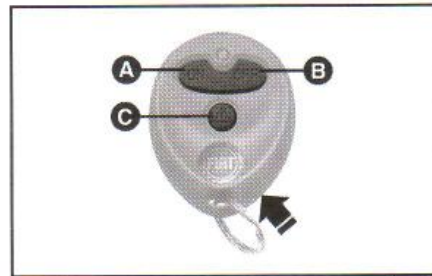
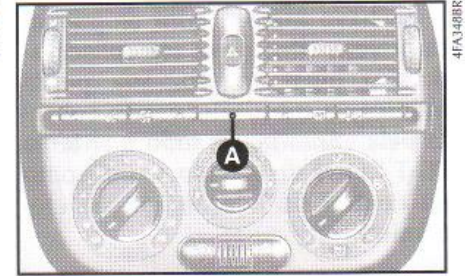

fig. 3
fig. 4
- uma chave **A**, duas chaves **B** (fig. 1) e dois chaveiros **C** (fig. 3), quando o veículo estiver equipado com telecomando e/ou alarme eletrônico.
Esta função só é possível nos veículos dotados de chaveiro telecomando (fig. 3).
- Para realizar o travamento remoto das portas e, em algumas versões, o levantamento dos vidros elétricos, pressionar o botão "ON" (A-fig. 3).
- Para destravar as portas, apertar o botão "OFF" (B-fig. 3). As luzes de direção piscam uma vez.
- Com a ignição desligada, e pressionando o botão **C-fig. 3** do chaveiro telecomando, a buzina irá tocar 5 vezes e as luzes de direção irão piscar durante 15 segundos (versões sem alarme). Pressionando novamente a tecla **C**, o processo é interrompido antes dos 15 segundos.
Para veículos com alarme, ao acionar o botão **C-fig. 3**, a sirene é acionada durante 5 segundos e as luzes de direção irão piscar durante 15 segundos. Ao ser interrompida a função localizadora, o estado do alarme permanecerá o mesmo.
O alarme eletrônico é comandado pelo receptor localizado na caixa de iluminação interna dianteira e é ativado pelo telecomando incorporado no chaveiro fig. 3.
**Para acionar o alarme eletrônico:** pressionar o botão "ON" **A-fig. 3** do chaveiro telecomando. O acionamento trava as portas, eleva os vidros (em algumas versões) e coloca em funcionamento o alarme. É emitido um bip sonoro e as luzes de direção se acendem por 4 segundos. O led **A-fig. 4** lampeja durante todo o tempo em que o alarme estiver acionado.
**Para desligar o alarme:** pressionar o botão "OFF" (**B-fig. 3**) do chaveiro telecomando. São emitidos dois bips e as setas lampejam por duas vezes. As portas se destravam e a luz interna dianteira se acende gradualmente, apagando-se após 7 segundos, desde que nenhuma porta tenha sido aberta ou novo travamento tenha sido comandado pelo telecomando.
Proceder do seguinte modo: após o toque no botão "ON" (**A-fig. 3**) do chaveiro telecomando, apertar o botão **C**, antes do término dos 4 segundos das setas.
O led **A-fig. 4** no painel de instrumentos e as setas se apagam para confirmar a exclusão.
Para restabelecer a vigilância volumétrica, apertar o botão "OFF" (**B-fig. 3**) e duas vezes o "ON" (**A-fig. 3**).
O telecomando possui 3 botões e um led. O botão "ON" (**A-fig. 3**), ao ser pressionado, trava as portas, fecha os vidros (em algumas versões) e aciona o alarme. O botão "OFF" (**B-fig. 3**), desativa a função atual, alarme ou travamento das portas. O botão **C-fig. 3**, comanda a função de localização e exclusão da proteção volumétrica. O alcance do telecomando pode variar de 3 a 5 metros, dependendo do estado da bateria.
Se, apertando o botão do telecomando, o led existente no mesmo emitir somente um lampejo, ou o led **A-fig. 4** no painel de instrumentos permanecer aceso com luz fixa até o desligamento do alarme, é necessário substituir a pilha por outra do mesmo tipo. Para tanto, abrir a capa de plástico com uma chave de fenda introduzida na sede indicada pela seta **fig. 3**. Colocar a nova pilha seguindo as polaridades indicadas. Fechar a capa de plástico.